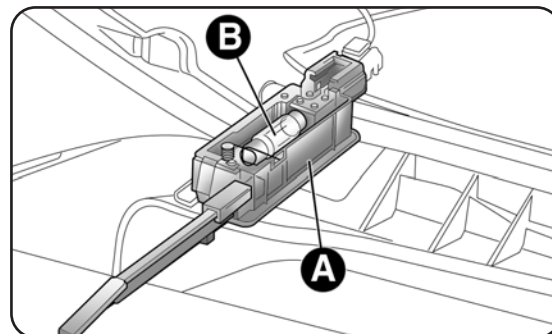

fig. 35
- ouvrir la boîte à gants, puis extraire le plafonnier A-fig. 35;